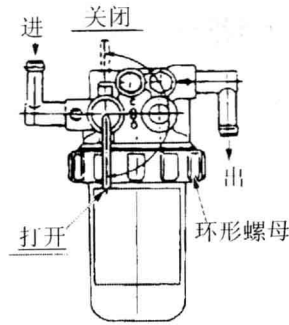

图 4-2-11 燃油滤清器的更换
- (1) 如图 4-2-11 所示，将燃油滤清器手柄转动到关闭位置。注意：如果在没有转动杆的情况下拆下油